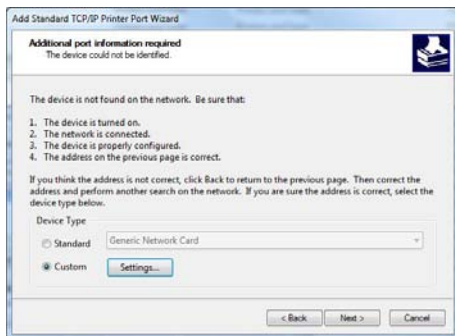

Abbildung 42: Benutzerdefiniert
- Wählen Sie nach der Erkennung "Benutzerdefiniert" aus und klicken Sie auf "Einstellungen..." (siehe Abbildung 42).